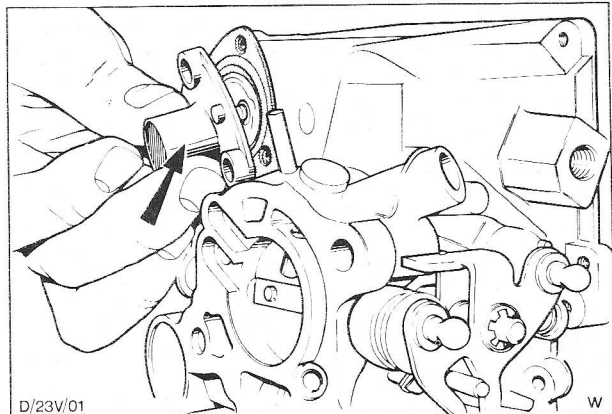

Fig. 49 Acceleratiepomphuis verwijderen.
10. Draai de carburateur om, verwijder de drie kruiskopschroeven van het acceleratiepomphuis en neem dit weg. Verwijder vervolgens het acceleratiepompmembraan; Fig. 49.